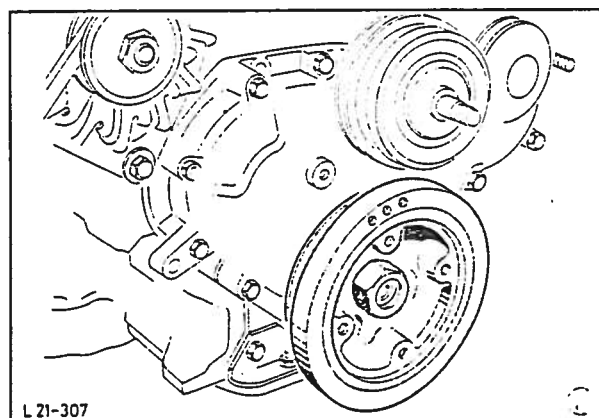

Fig. 153 Demontering av veivakselens remskive.
5. Demonter motorens soledeksel (5 bolter) og ta av veivakselens remskive (1 mutter) og kile, fig. 153. Bruk spesialverktøy 21-018 for å holde fast veivakselen.